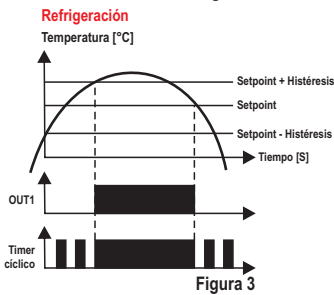

Figura 3
- Salida del timer cíclico conectada siempre que la salida de la 1ra. etapa estuviera conectada (F22=4): en este modo de operación el timer alterna conforme los tiempos configurados en F20 ( $\overline{[E\ 0\ n]}$ ) y F21 ( $\overline{[E\ 0\ F\ F]}$ ) y cuando la salida de la 1ra. etapa conecta, la 3ra. etapa para de alternar y mantiene la salida conectada, como muestra la Figura 3.